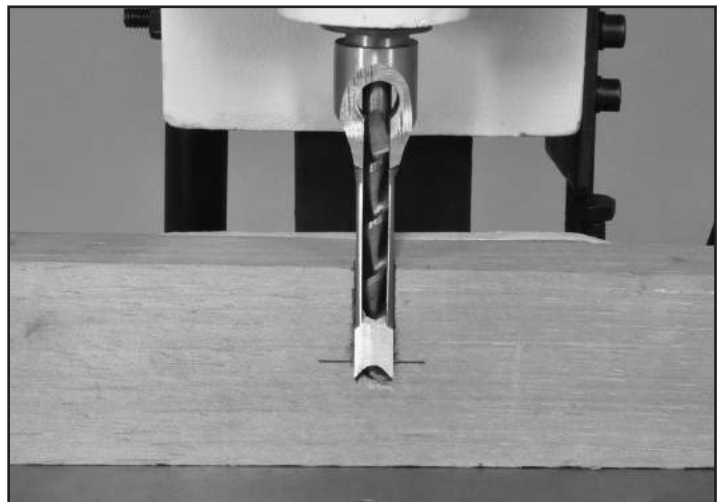

FIG. 16
1. Marquez votre profondeur de mortaise sur le côté de votre pièce de travail ou pièce d'essai de référence. Positionnez le ciseau et la mèche que vous allez utiliser avec cette marque. FIG. 16. Pour garder la tête de mortaisage à cet endroit, la tête de la vis de blocage (#64 - Voir page 9) peut être resserrée.